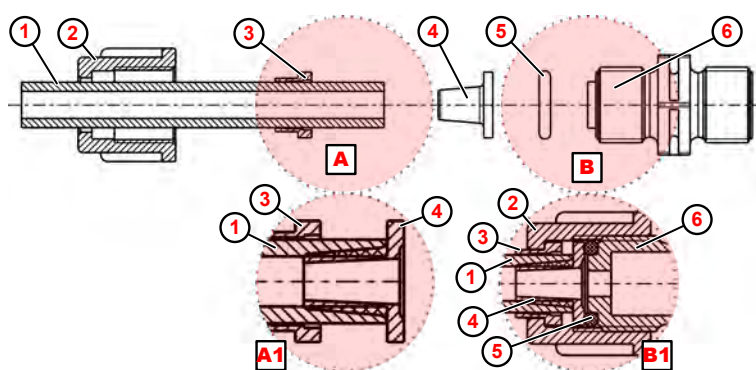

Fig. 8: Rør-/slangetilslutning med kegledele
1. ➤ Afskær slangen (Fig. 8 , ①) lige.
2. ➤ Skub omløbermøtrikken ② over slangen ① .
3. ➤ Skub spændedelen ③ over slangen ① .
4. ➤ Skub slangen ① til anslag på kegledelen ④ (fig. **A1**).
5. ➤ Skub spændedelen ③ i retning af kegledelen ④ , til der mærkes modstand.
6. ➤ Læg O-ringen ⑤ i suge- eller trykventilens not ⑥ .
7. ➤ Spænd omløbermøtrikken ② (fig. **B1**).